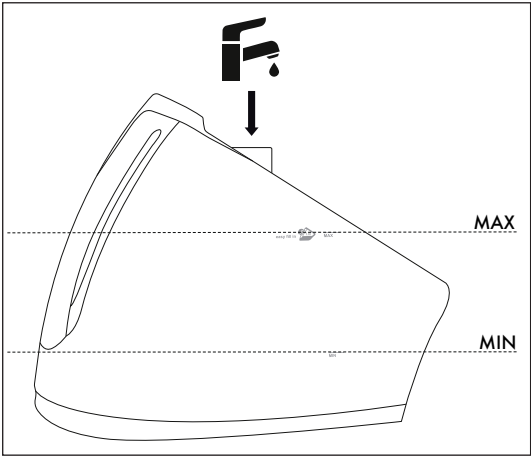

Fig. 4
- 3) Encha o depósito de água 10, através do orifício de enchimento 9, no mínimo até à marcação **MIN** com água. No entanto, não ultrapasse a marcação **MAX** no depósito de água 10 (ver fig. 4).